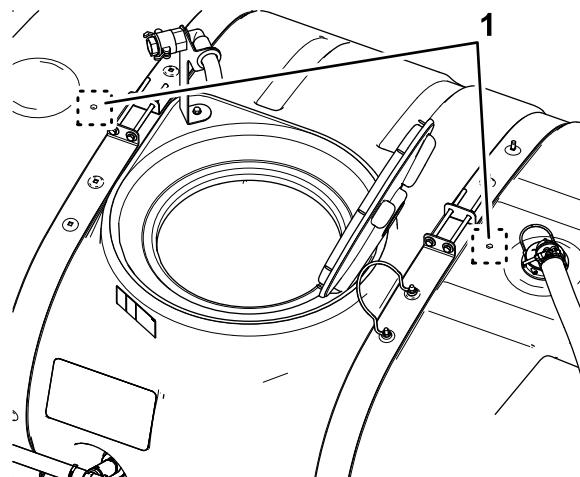

Bild 17
- Ermitteln Sie die zwei Bohrmarkierungen im Hauptbehälter (**Bild 17**).